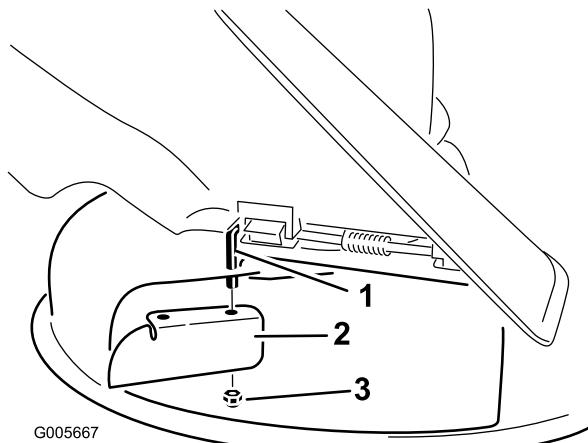

Figura 29
- Instale la placa deflectora en la varilla de pivotе (Figura 29). Utilice la tuerca fina (3/8 pulgada) existente para fijar la placa al cortacésped.